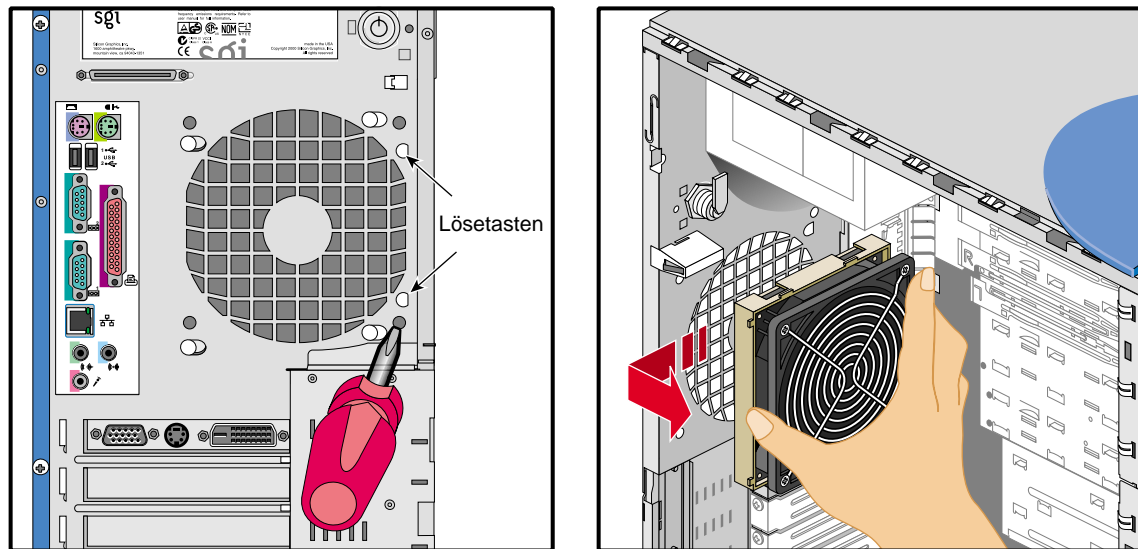

Abbildung 2-16 Betätigen der Lösetasten und Ausbauen des hinteren Lüfters
5. An der Rückseite der hinteren Abdeckung befinden sich die beiden Lüfterlösetasten (siehe Abbildung 2-16).
6. Drücken Sie mit einem spitzen Gegenstand, wie zum Beispiel einem Kreuzschraubendreher, auf eine der Lösetasten, und ziehen Sie den Lüfter gleichzeitig nach oben, bis sich die Lösetaste aus der Einkerbung löst. Halten Sie den Lüfter nach oben gedrückt, und drücken Sie auf die zweite Lösetaste, bis sich der Lüfter aus dem Gehäuse löst. Abbildung 2-16 veranschaulicht das Vorgehen.